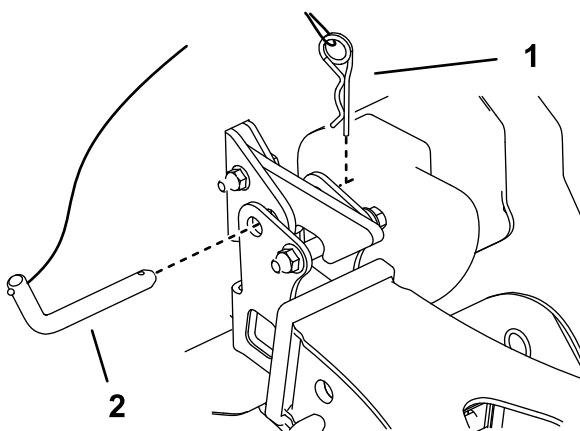

Figura 18
- Retire el pasador de enganche y la chaveta que sujetan el conjunto del soplador al receptor de enganche (Figura 18).